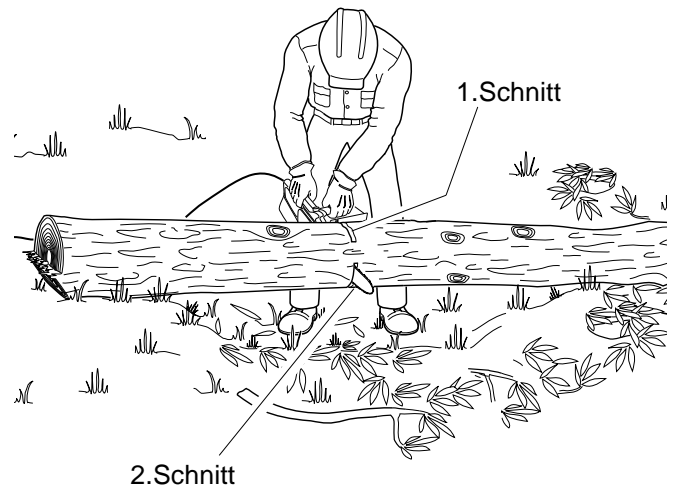

Abb.17 - Ablängen eines Stammes, der an beiden Enden aufgebockt wurde
1. Den ersten Schnitt von der Oberseite des Stammes aus vornehmen (siehe Abb.17). 1/3 des Stammdurchmessers durchschneiden. Dieser Schnitt vermeidet ein Splittern des Stammes beim Durchtrennen.